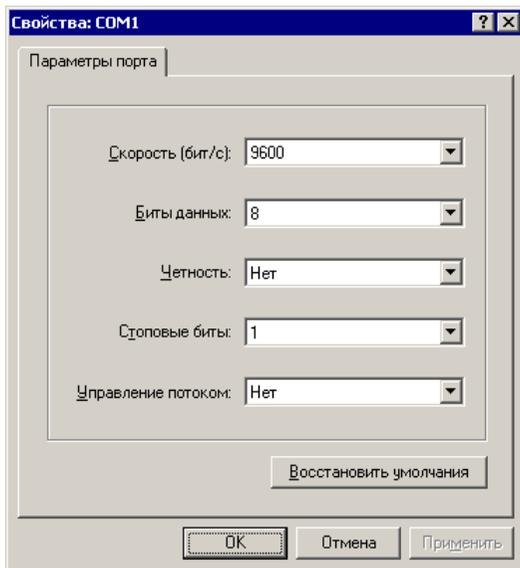

Рисунок 7 – Окно настройки параметров соединения HyperTerminal
6.2.1 Запустите на компьютере программу эмуляции терминала, например HyperTerminal в Windows (рисунок 7). Установите скорость соединения 9600 бит/с, количество бит данных – 8, четность – нет, количество стоповых битов – 1, управление потоком – нет.
6.2.3 Войдите в меню настройки общих параметров, для этого необходимо ввести номер пункта «1» в поле «Enter command=>» и нажать клавишу «Enter» (рисунок 7).